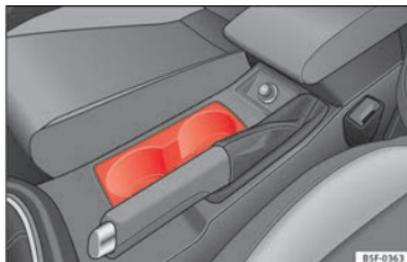

Fig. 155 Consolle centrale: portabevande anteriore.
– Porre le bevande nel supporto »» fig. 155.